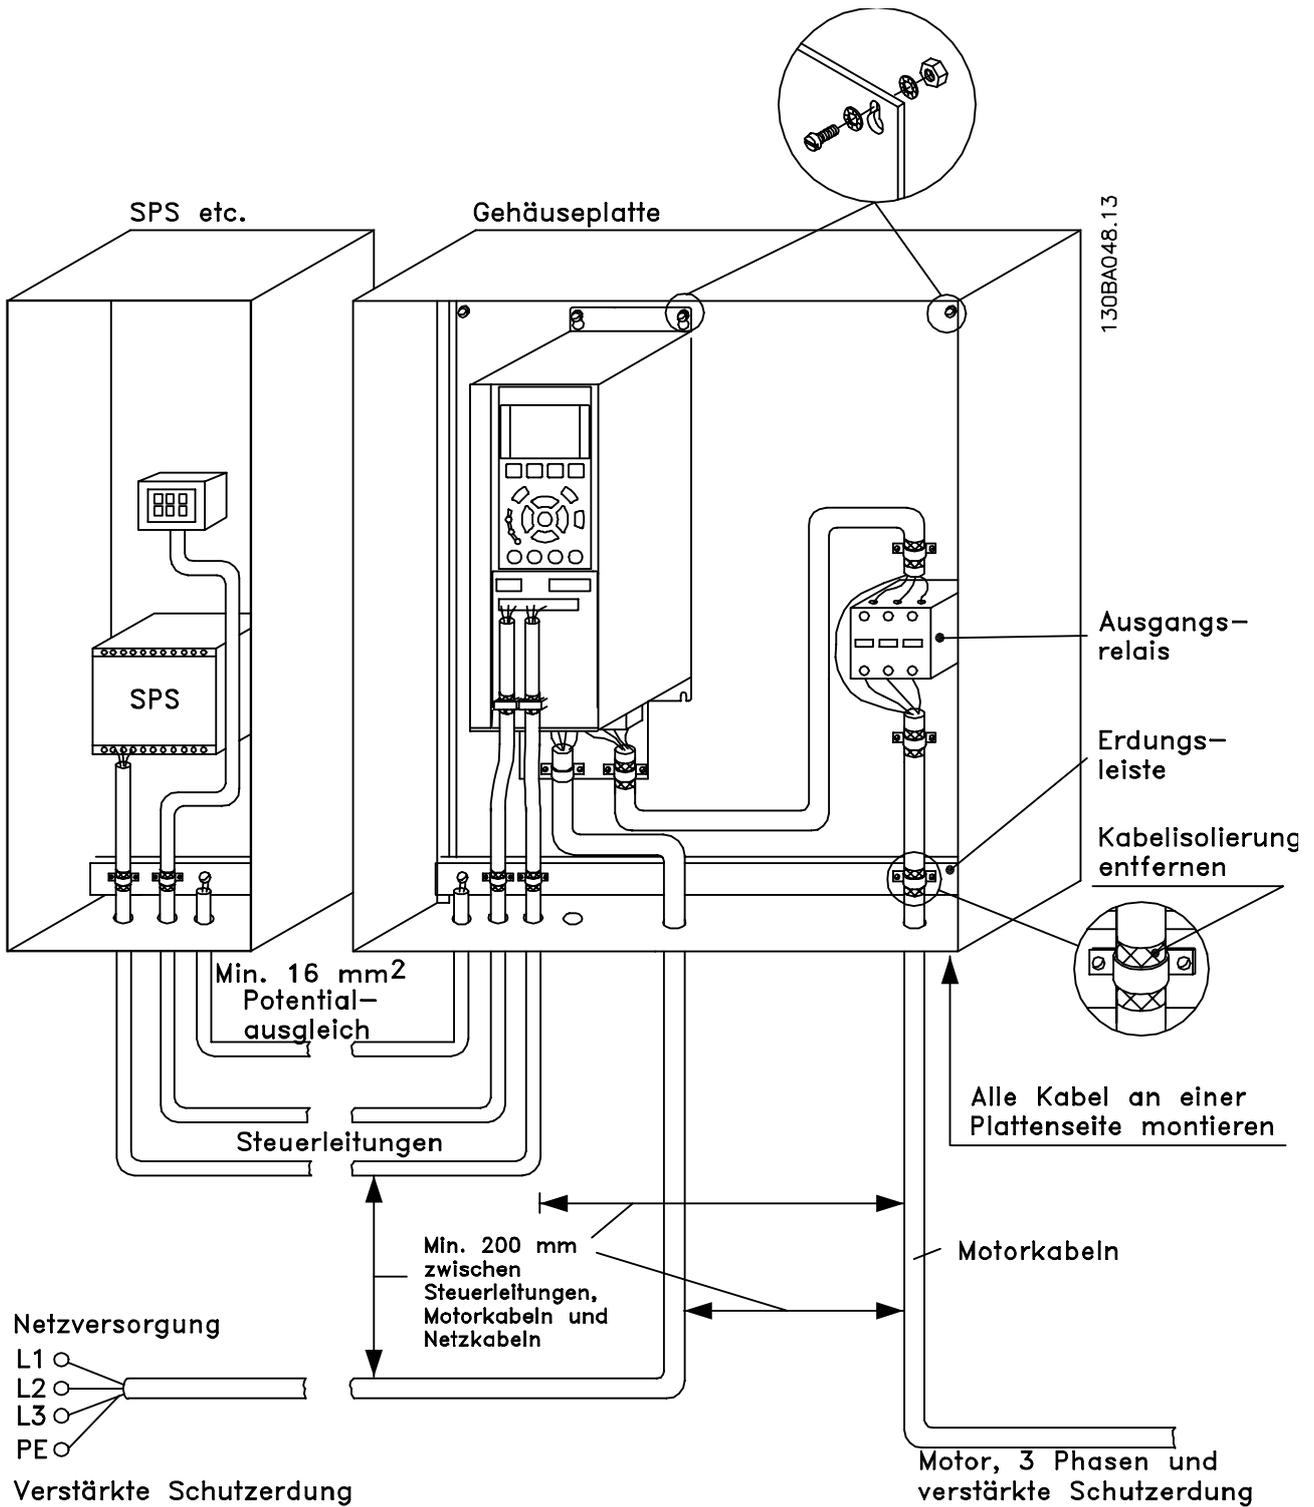

Abbildung 6.62 EMV-gerechte elektrische Installation eines Frequenzumrichters im Schaltschrank
*Abbildung 6.62* zeigt ein Beispiel einer EMV-gerechten elektrischen Installation eines IP20-Frequenzumrichters. Er ist in einem Schaltschrank mit Ausgangsschutz installiert und an eine SPS angeschlossen, die in einem separaten Schrank installiert ist. Auch andere Installationsweisen können ggf. eine ebenso gute EMV-Wirkung erzielen, sofern zumindest die vorstehenden Richtlinien für eine ordnungsgemäße Installation befolgt wurden.